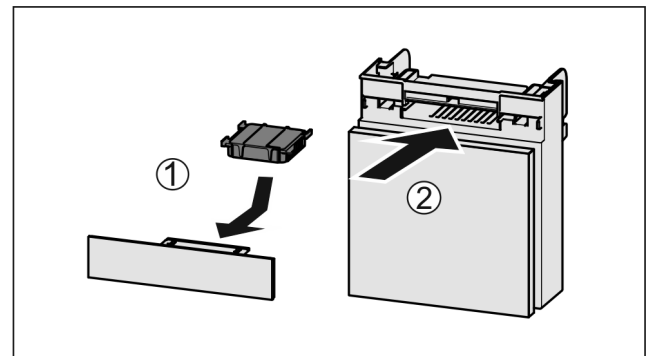

Fig. 111
- Aktivkohlefilter nach Abbildung einsetzen Fig. 111 (1).
- Fach einschieben Fig. 111 (2).